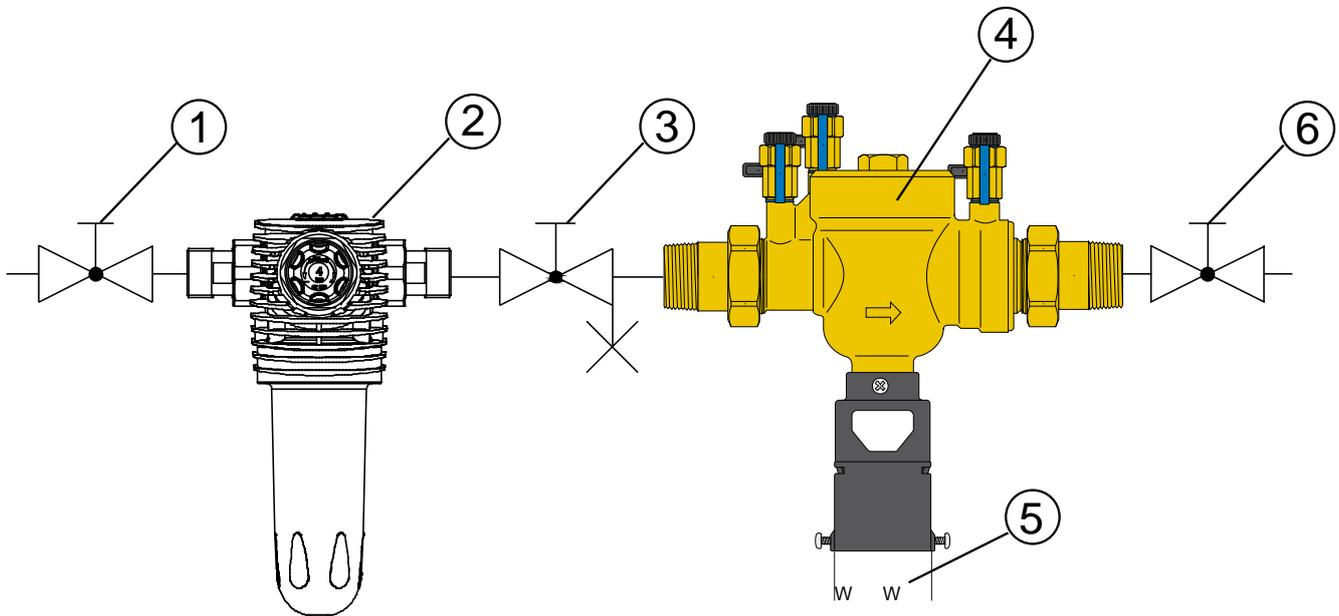

Fig. D-1: Esempio di installazione disconnettore Euro GENO-DK 2
- Eseguire l'installazione secondo il disegno di installazione (fig. D-1).